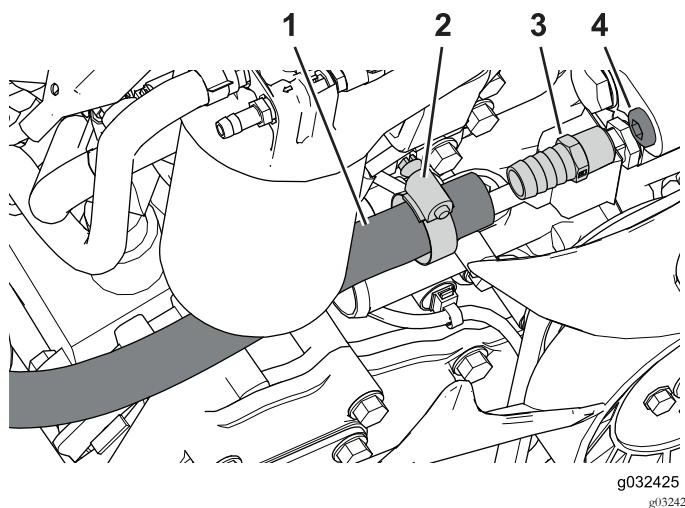

Рисунок 29
1. Найдите и снимите заглушку отверстия двигателя (Рисунок 29).
2. Нанесите герметик на наружную резьбу прямого штуцера, пропустив первый виток резьбы (Рисунок 29).
5. Наденьте шланговый хомут на конец шланга (Рисунок 29).
6. Наденьте шланг на прямой штуцер и закрепите шланговым хомутом, как показано на Рисунок 29.